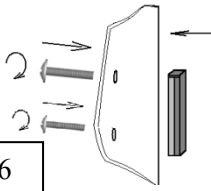

Рисунок 6
7. Винтом М4x25 закрепить ручку на детали (поз. 10,11). См. рис. 6.